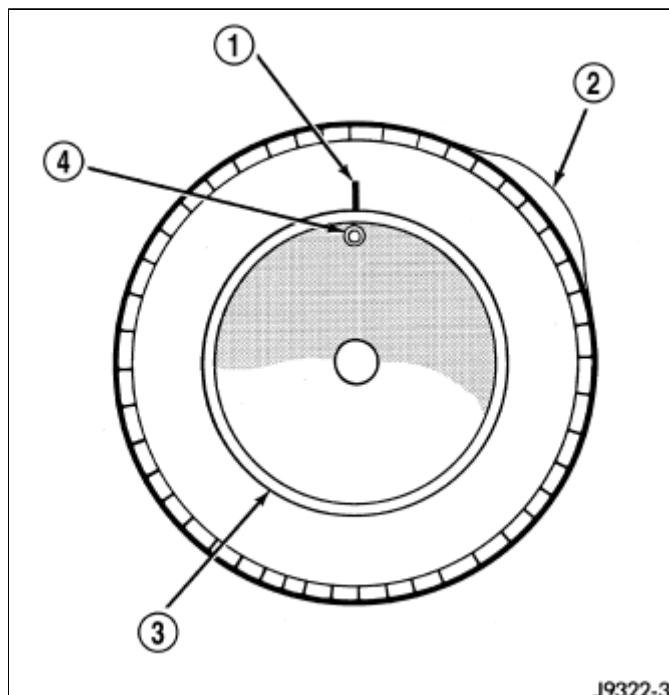

图 3 首次轮胎测量
- c. 若偏摆超过极限，在气门杆上标出轮胎在车轮上的原始位置\(图 3\)。 另外，标出轮胎和车轮，以显示出总成的原始高点并记录下偏摆测量值。